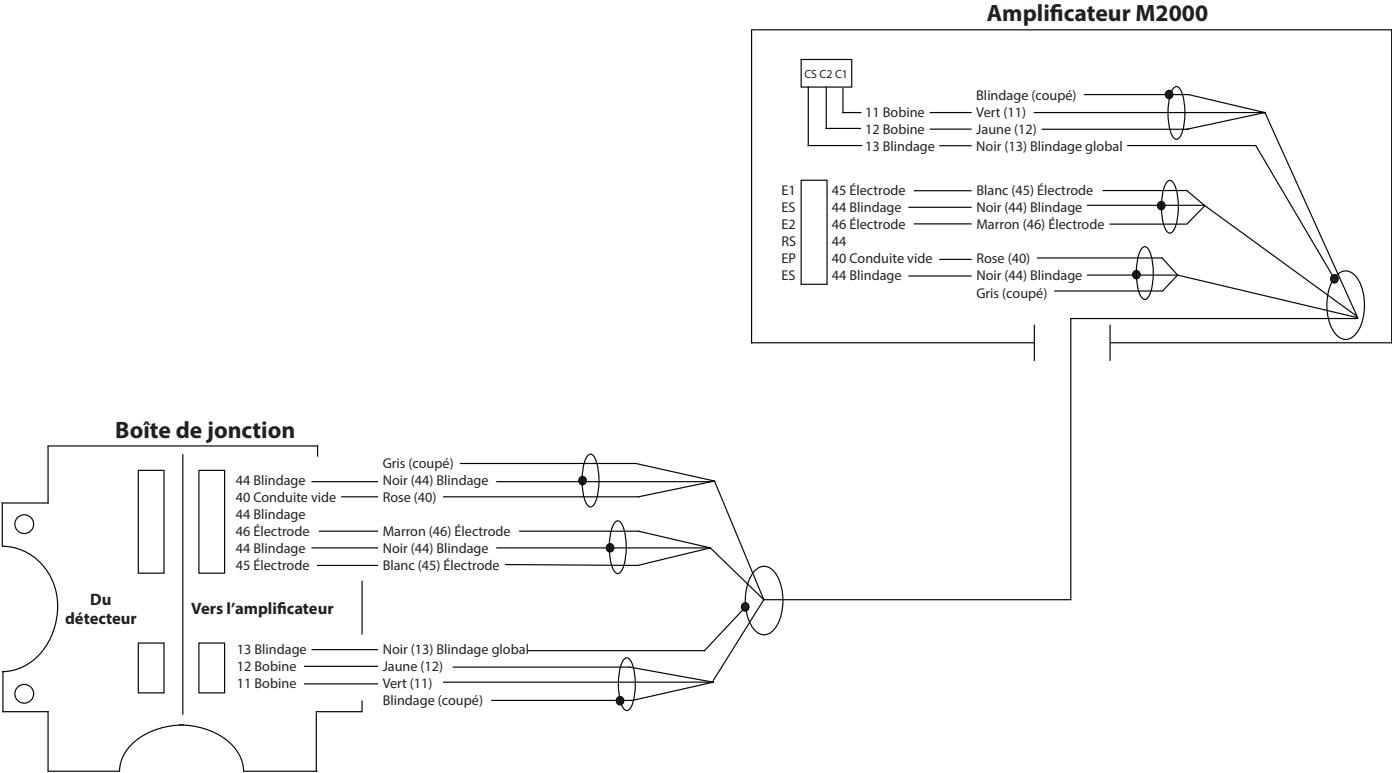

Figure 20 : Câblage pour une configuration à distance
3. Voir la connexion illustrée à la Figure 20 à la page 20.
1. Retirer le couvercle de la boîte de jonction. Retirer avec précaution les fils connectés aux borniers qui vont jusqu'au transmetteur du M2000. Voir Figure 20 à la page 20 pour connaître la couleur du fil de chaque connexion à une borne.